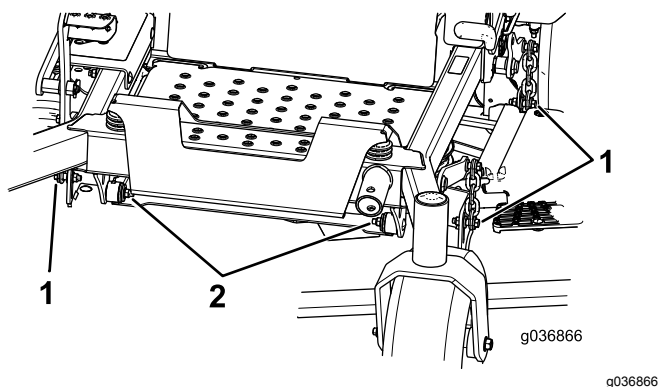

Figure 85
7. Enlevez et conservez les boulons et écrous de chaque côté de la machine (Figure 85).